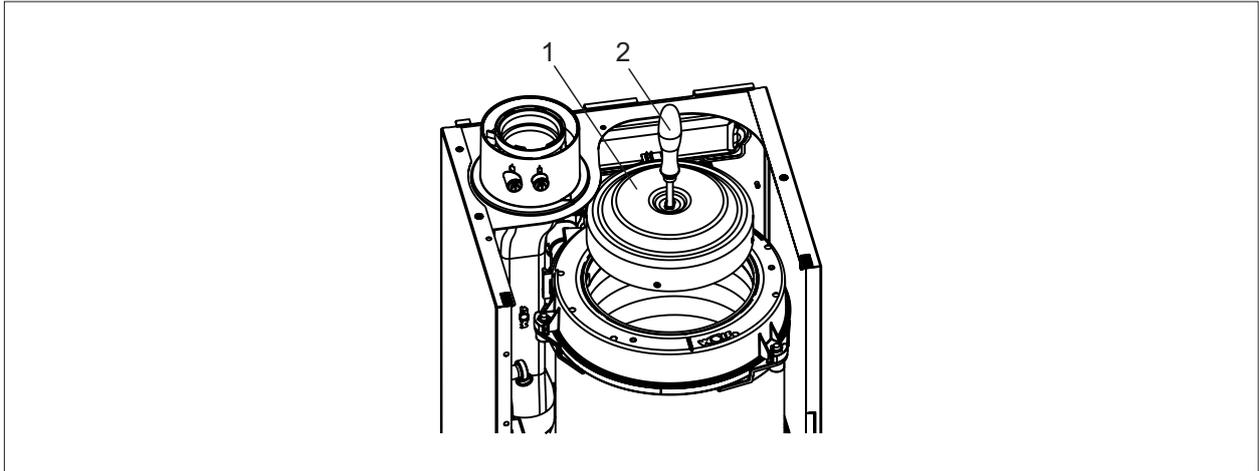

Abb. 6.8 Brennkammertopf-Unterteil ausbauen
- ▶ Brennkammertopf-Unterteil (1) mit Griff der Reinigungsbürste in die Brennkammer einlegen (Abb. 6.8)
- ▶ Isolerring (2) einlegen und andrücken.
- ▶ Schraube (3) am Brennkammer-Oberteil (4) mit Hochtemperaturfett einfetten.
- ▶ Brennkammertopf mit Schraube (5) handfest (3 Nm) verschrauben und gesamten Brennkammertopf nach unten schieben.